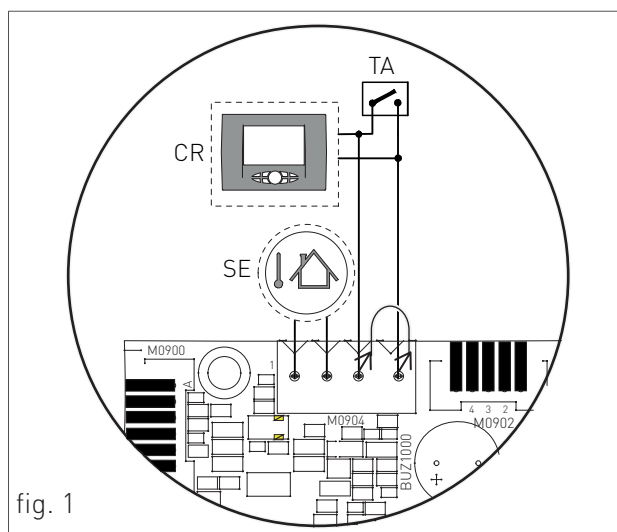

fig. 1
- Per la Sonda di temperatura esterna collegare i due conduttori non polarizzati sui contatti della morsettiere M0904 (vedi 'SE' fig.1).
- Per il Termostato ambiente o Controllo Remoto rimuovere prima il ponte sui contatti della morsettiere M0904 e successivamente collegare i due conduttori non polarizzati del Termostato ambiente o Controllo Remoto (vedi 'TA' o 'CR' fig. 1).